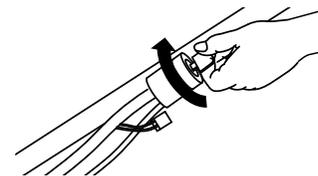
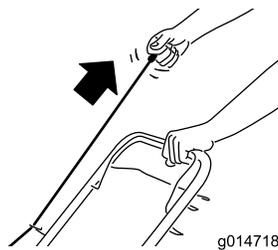

Рисунок 16
Рисунок 17
2. Вставьте ключ в электрический стартер (при наличии) и поверните его (см. **Рисунок 16**) или потяните за рукоятку механического стартера (**Рисунок 17**).